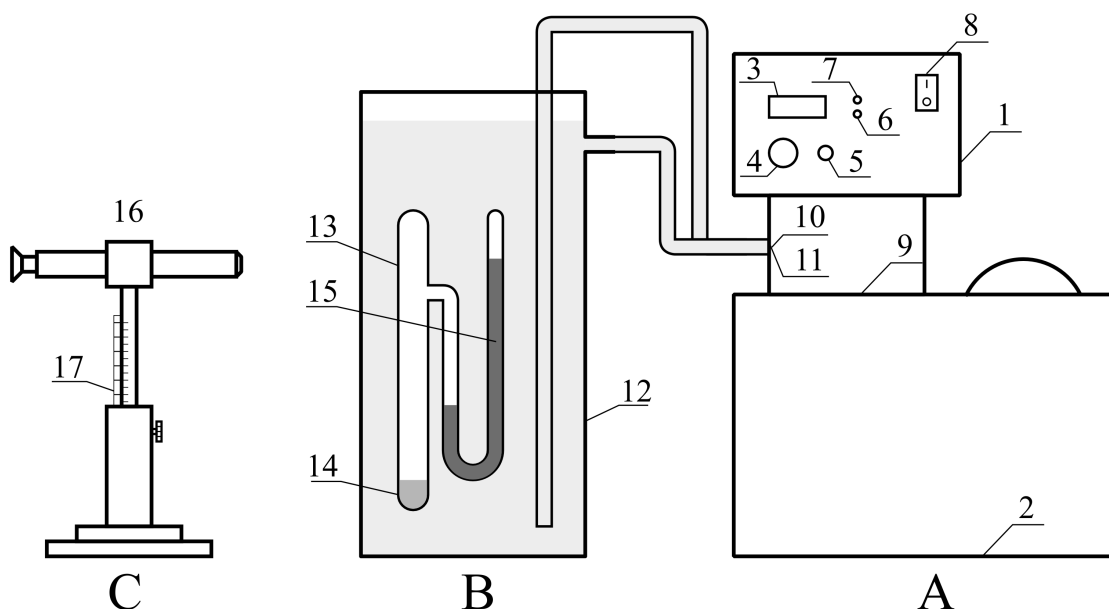
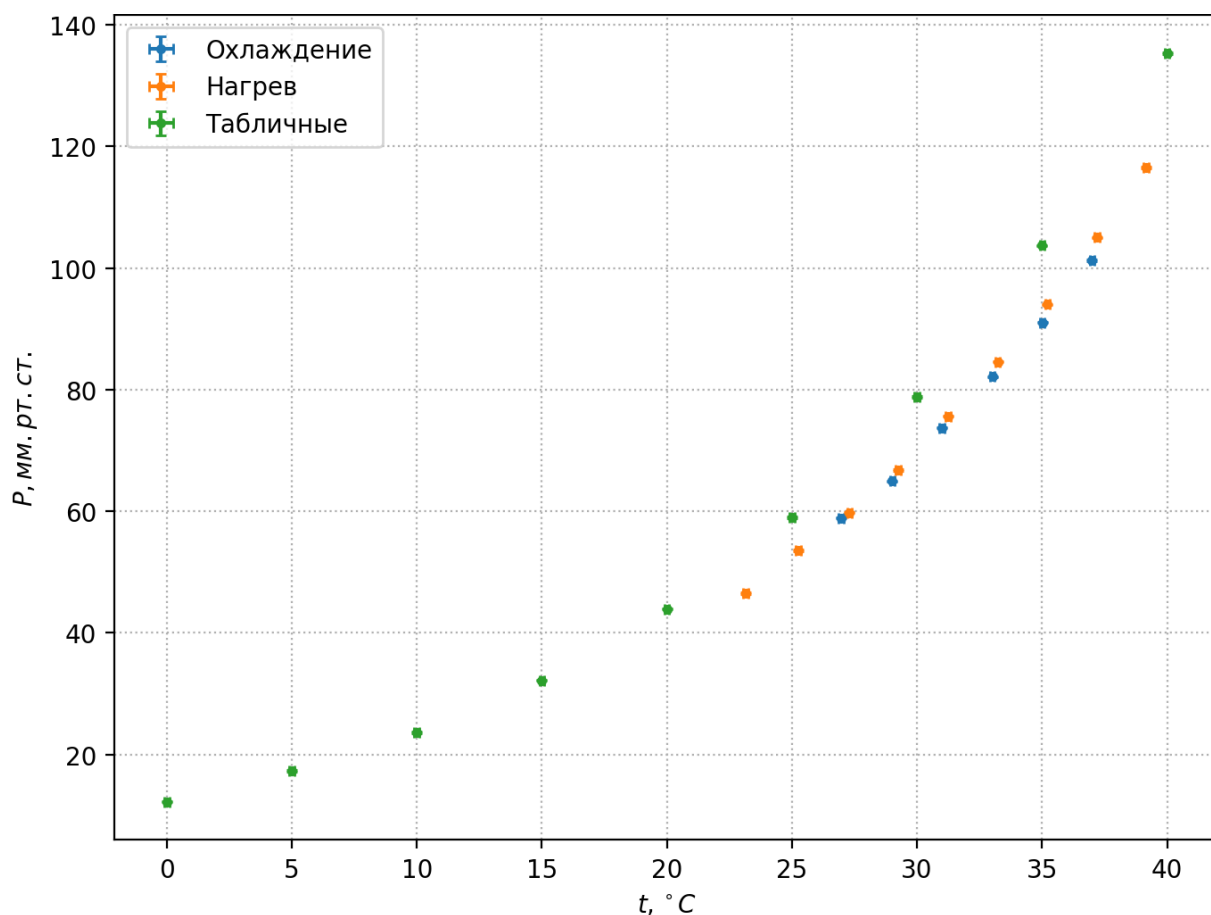

Рис. 1: Установка для определения давления насыщенных паров.
Рис. 2: Зависимость давления от температуры
Измерения проводятся на установке, изображенной на рис. 1. С помощью термостата А выставляется желаемая температура, и с помощью микроскопа С измеряется положение менисков ртути в U-образном манометре 15. Давление насыщенных паров считается как разность высот менисков ртути.
2. Включите термостат. Если вы работаете со схемой рис. 1, то подогревайте воду в калориметре, пропуская ток через нагреватель. Следите за тем, чтобы воздух всё время перемешивал воду.
При работе как со схемой рис. 1, так и со схемой рис. 2, через каждый градус измеряйте давление и температуру.
В каждой точке графика (рис. 2) вычислим производную  $\frac{dP}{dT}$ , а по ней удельную теплоту испарения, используя формулу (1). Посчитаем среднее значение и среднеквадратическое отклонение: